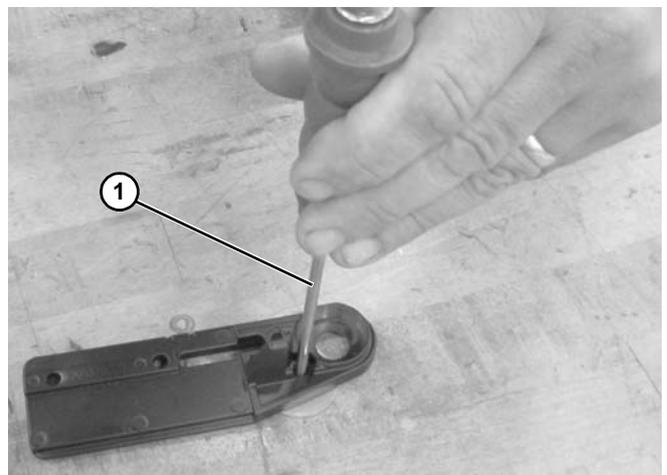
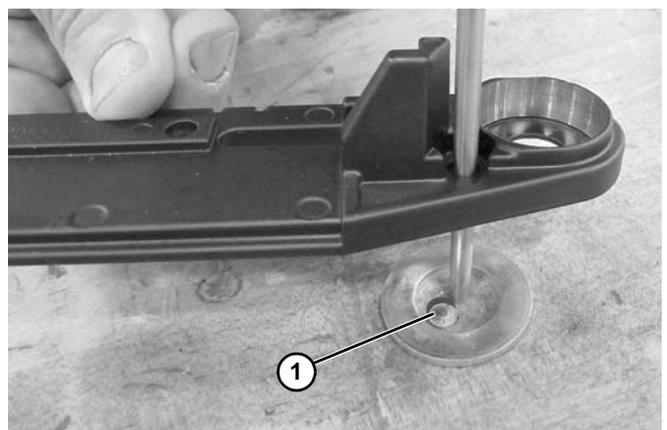

Figure 85
Figure 86
4. Répéter la même opération (**Figure 86, élément 1**) pour aligner le trou de la vis à l'aide d'un poinçon de 3 mm à 5 mm (**Figure 85, élément 1**) or d'un boulon M5 ou M6.